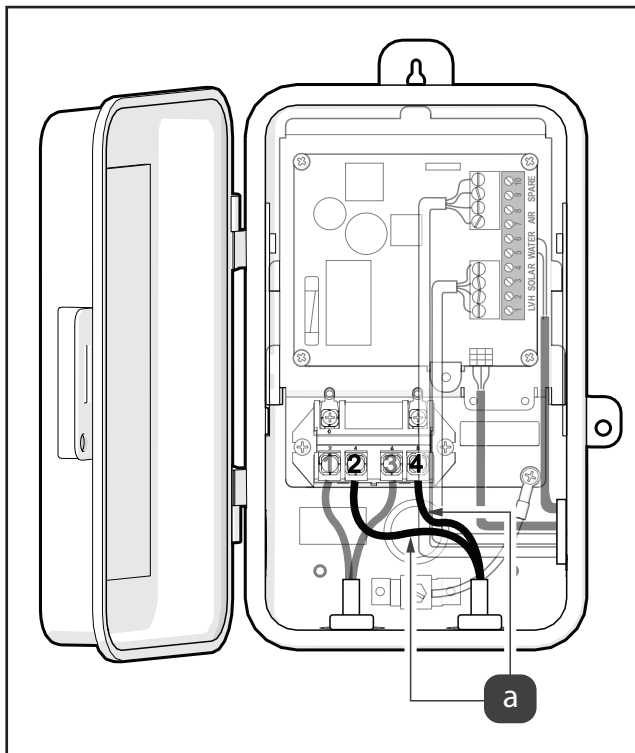

Figure 3. Connectez les câbles de la charge d'entrée
10. Branchez la pompe à vitesse unique du filtre vers le côté demande du relais, utilisez les bornes 2 et 4, reportez-vous à la Figure 3 (a).